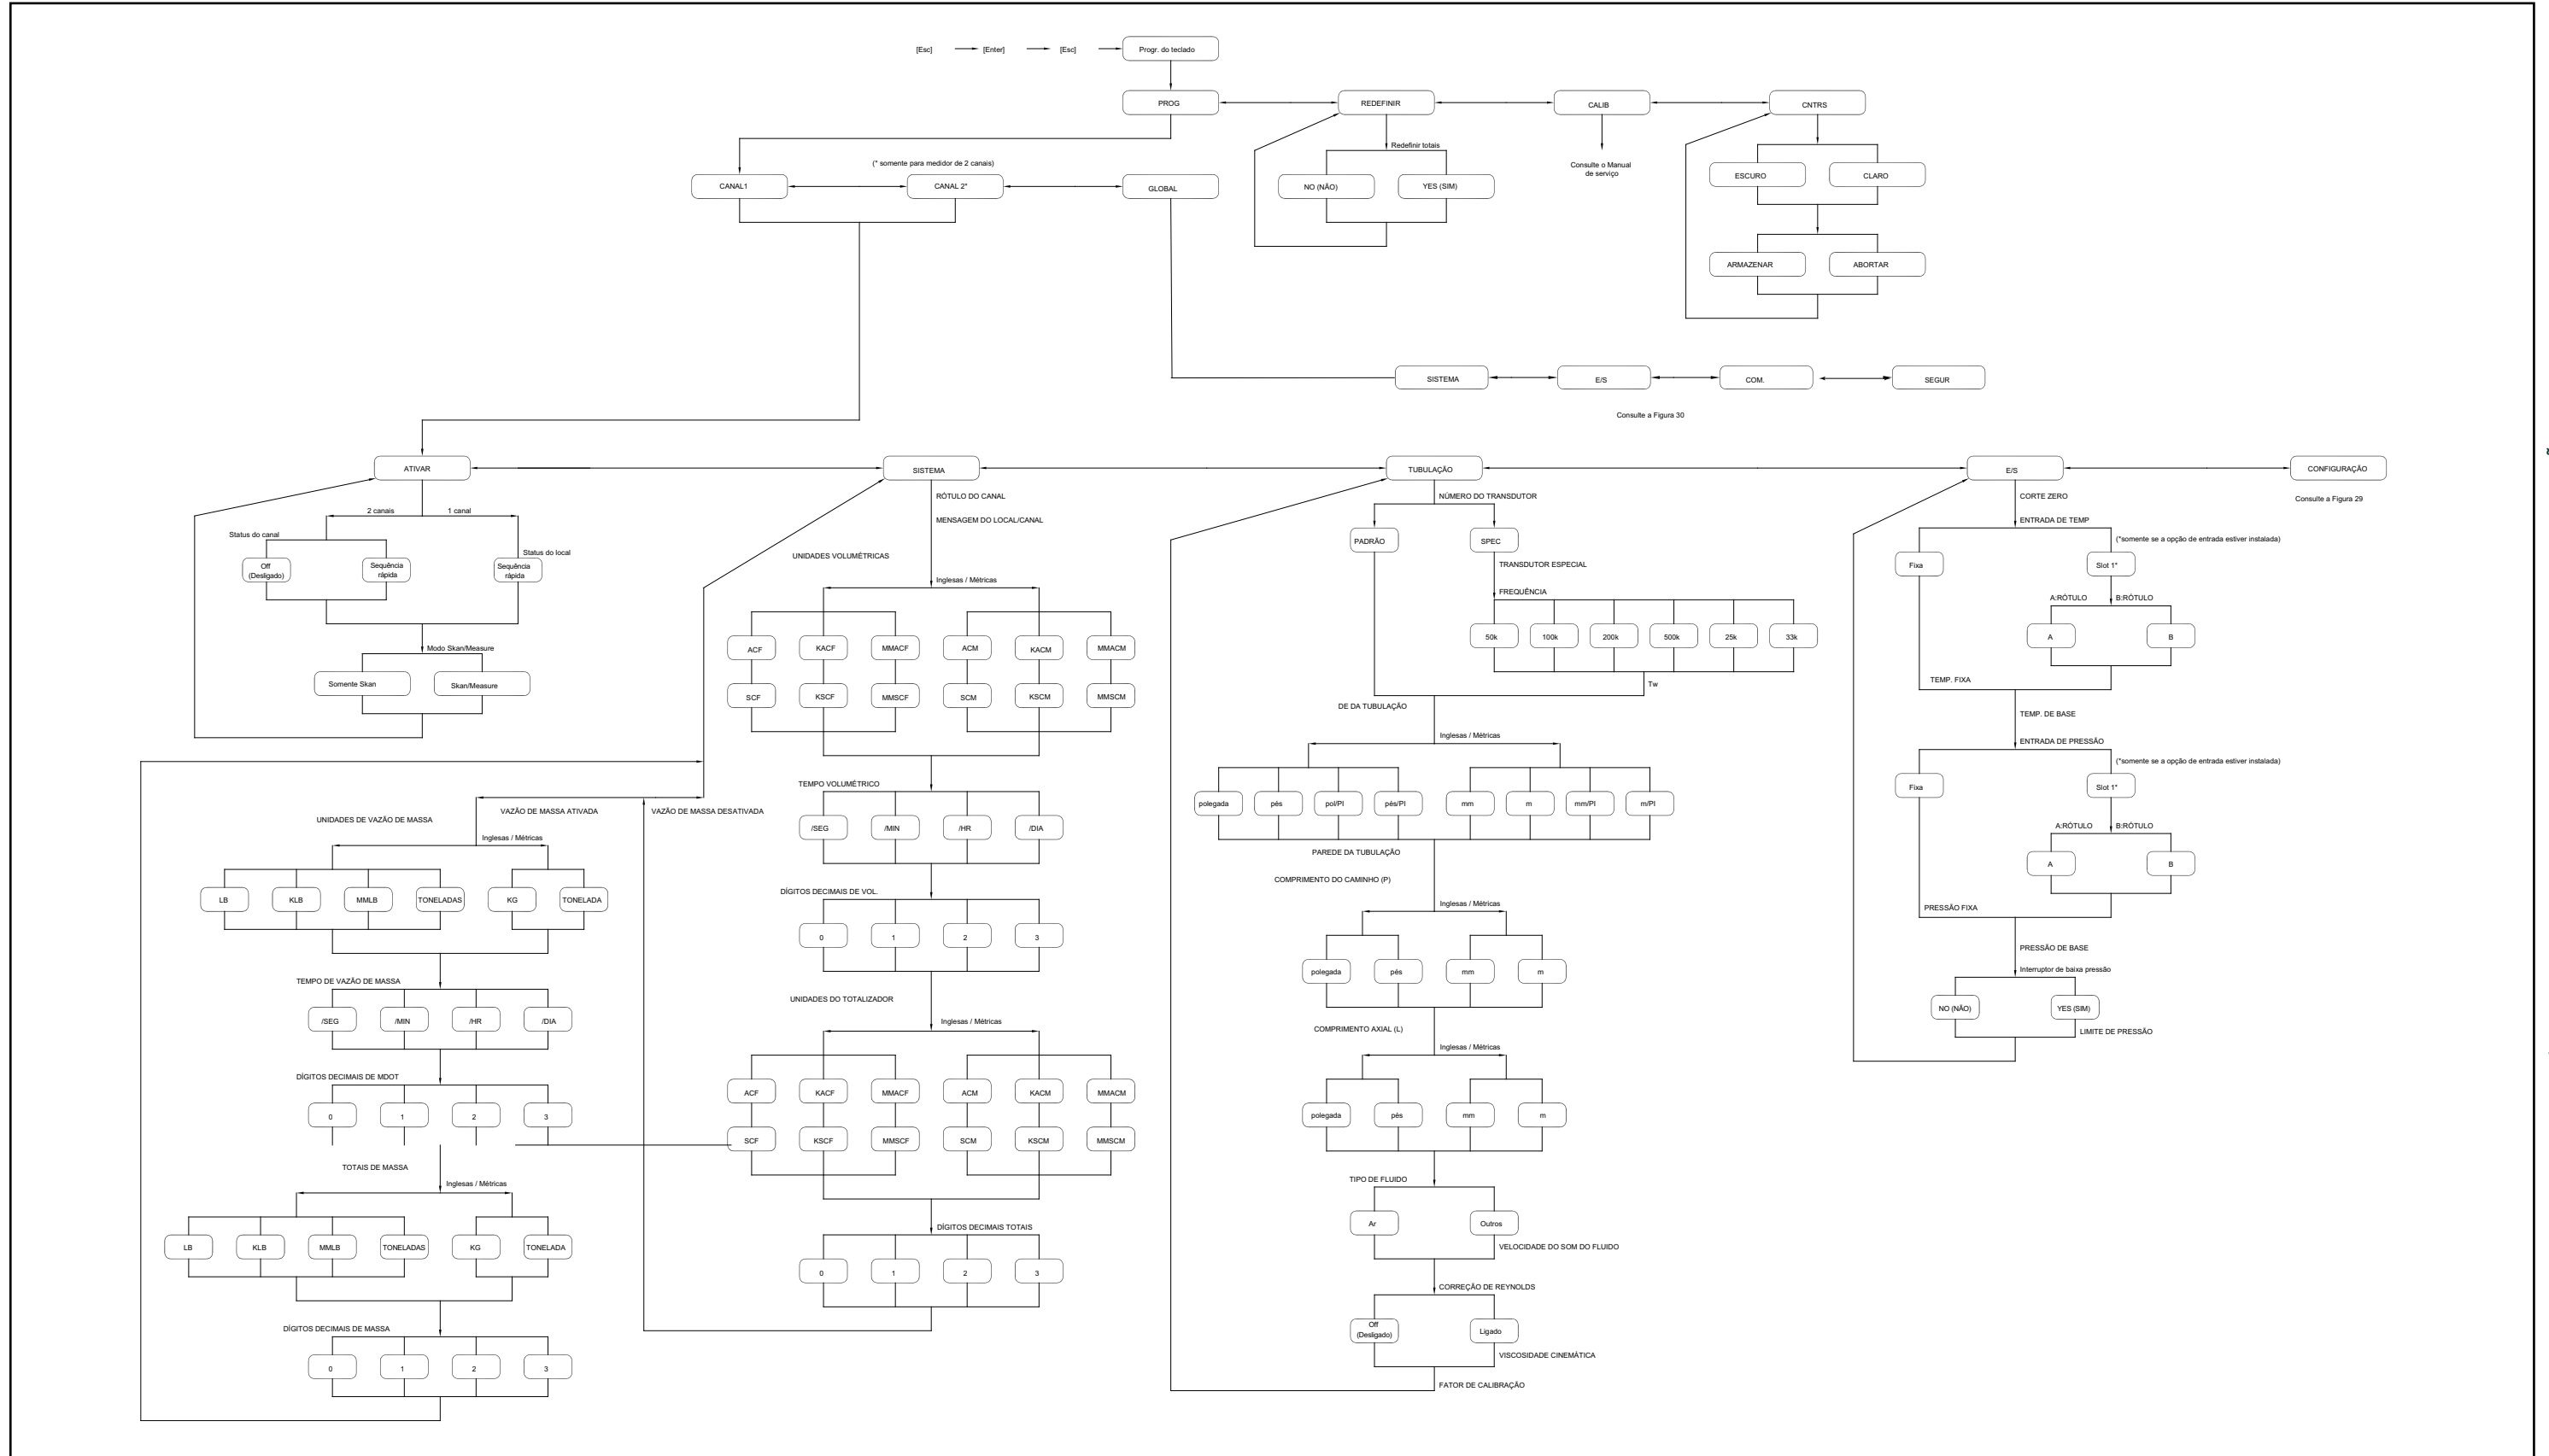

Figura 28: Menu PROG > CANAL X > ATIVAR, SISTEMA, TUBULAÇÃO E E/S
- Figura 28, "Menus PROG > CANAL x > ATIVAR, SISTEMA, TUBULAÇÃO E E/S", na página 63